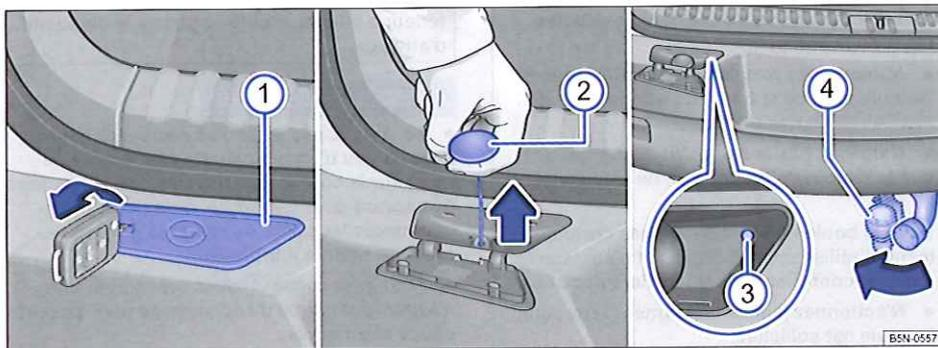

Fig. 109 Dans le pare-chocs arrière : basculement de la boule d'attelage.
- Introduisez un objet approprié (panneton, tournevis, etc.) dans l'ouverture du cache ⇒ fig. 109 ① et retirez-le du pare-chocs dans le sens de la flèche.
- Assurez-vous que personne, ni aucun objet, ne se trouve dans le débattement de la boule ④.
- À l'aide de la poignée ②, tirez le câble de traction jusqu'en butée dans le sens de la flèche puis relâchez lentement le câble et la poignée ②.
- Faites basculer davantage la boule ④ jusqu'à ce qu'elle s'encliquette de manière audible et perceptible et que le témoin de contrôle ③ situé à côté de la poignée ② s'allume.
- Clipsez le cache ①.